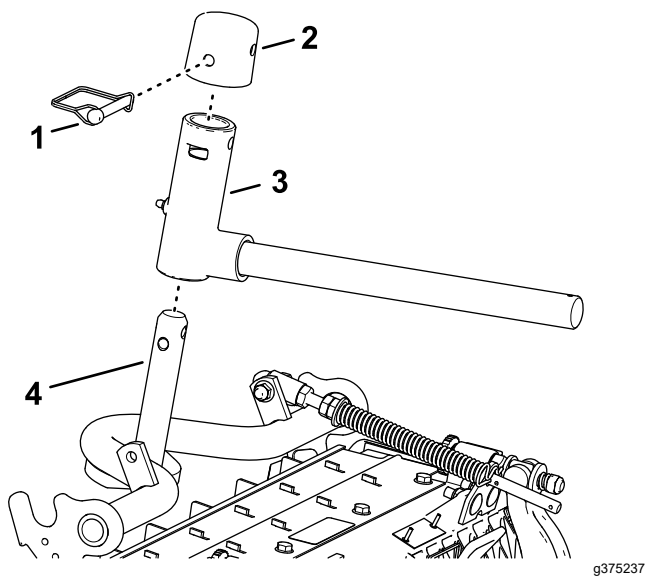

図 28
- 昇降アームのヨークをキャリアフレームのシャフトに組み付ける 図 28。